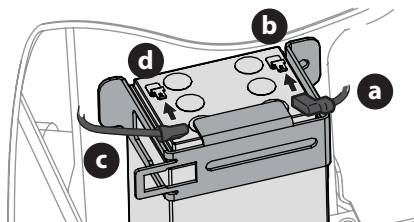

Figura 16
1. Enchufe el cable rojo (a) en el borne positivo de la batería (b) (Figura 16).
2. Enchufe el cable negro (c) en el borne negativo de la batería (d) (Figura 16).